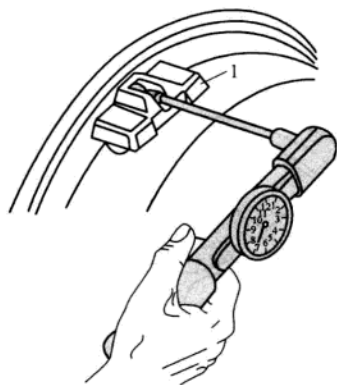

图 5-2-10 将车轮电子装置压到胎圈中
(3) 将车轮电子装置 1 压到胎圈中, 然后在气门后面用微密封螺栓拧紧, 如图 5-2-10 所示。